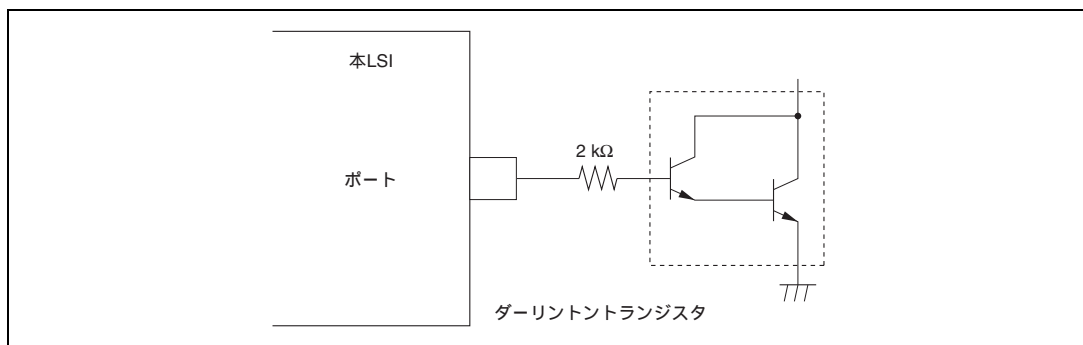
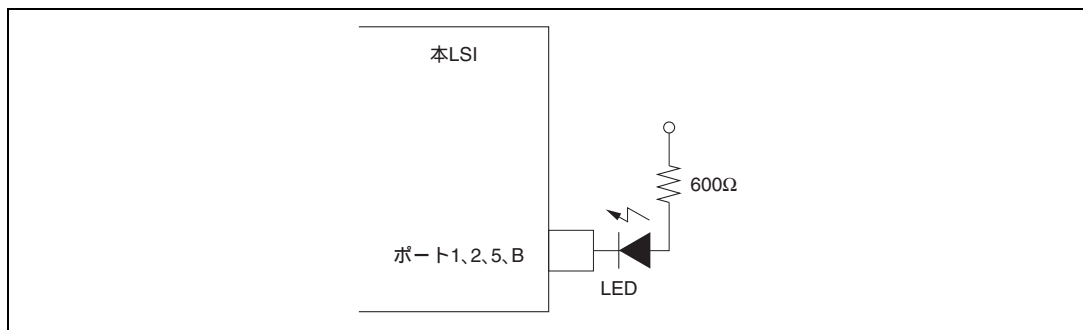

図 21.1 ダーリントトランジスタ駆動回路例
図 21.2 LED 駆動回路例
2. ダーリントトランジスタや、LED を直接駆動する場合には、図 21.1、図 21.2 に示すように、出力に必ず電流制限抵抗を挿入してください。